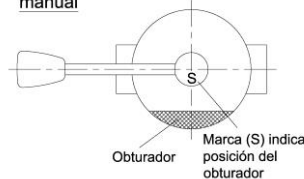

Figura 1
- Válvula de arco 90° de 2 vías manual: la posición paralela de la maneta respecto de las salidas de la válvula indica que la válvula está abierta permitiendo el flujo del producto; la posición del obturador está indicada por la marca (S) en la base de la maneta (véase Figura 1)